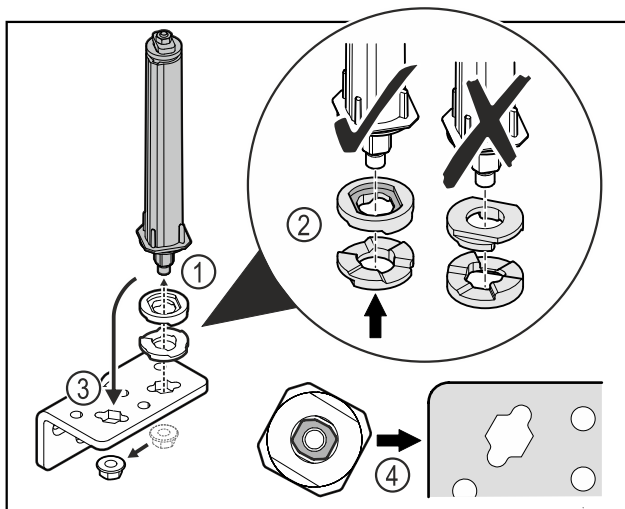

Fig. 46
- ▶ Odvijte matice in odstranite sistem za zaklepanje vrat Fig. 46 (1).
- ▶ Pazite na pravilno razporeditev podložk za nastavljanje višine Fig. 46 (2).
- ▶ Sistem za zaklepanje vrat prestavite v kotniku tečaja in ga fiksirajte z matico Fig. 46 (3).
- ▶ Pri vstavljanju pazite na pravilno naravnost sistema za zaklepanje vrat Fig. 46 (4).